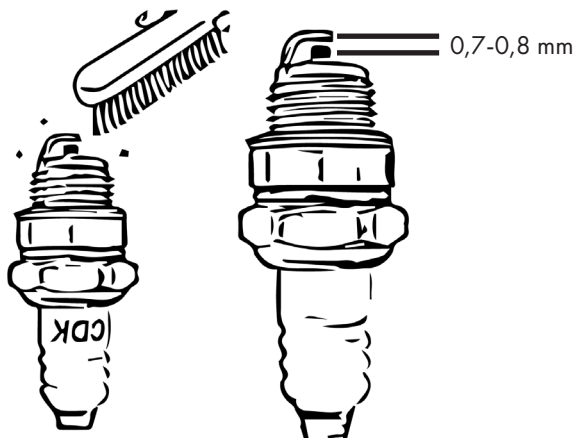

Rysunek 24
- Zdejmij nasadkę świecy zapłonowej i poluzuj świecę zapłonową za pomocą klucza do świec zapłonowych, Rys. 24.